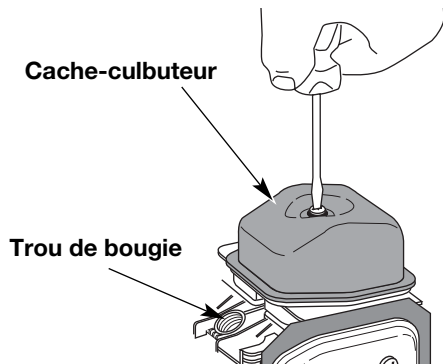

Fig. 37
6. Nettoyez toute saleté autour du cache-culbuteur. Retirez la vis retenant le cache-culbuteur à l'aide d'un tournevis à lame plate large ou à mèche no. T-25 Torx (Fig. 37). Enlevez le cache-culbuteur et le joint.
- Le piston est au sommet de sa course lorsqu'on regarde par le trou de la bougie (Fig. 37)